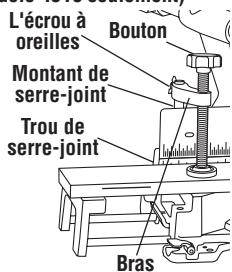

Figure 21. Serre-joint d'ouvrage
**Serre-joints** – Ce serre-joint permet de fixer facilement une pièce sur l'un ou l'autre des deux (2) trous de serre-joint situés derrière le guide (Figure 21 et 21a).